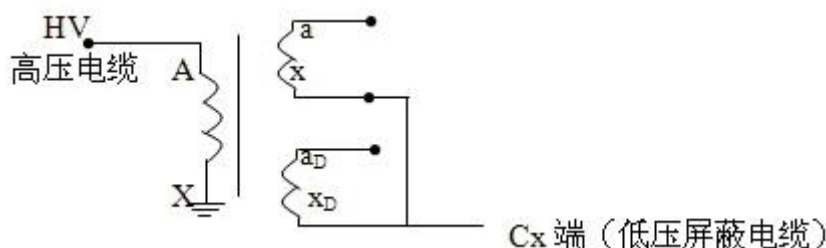

图 9 末端屏蔽法接线
2) 末端屏蔽法（正接线方式），见图 9，可施加 10kV 电压，由于电压在 AX 绕组的不等压分布，电容量值比常规法要小很多。